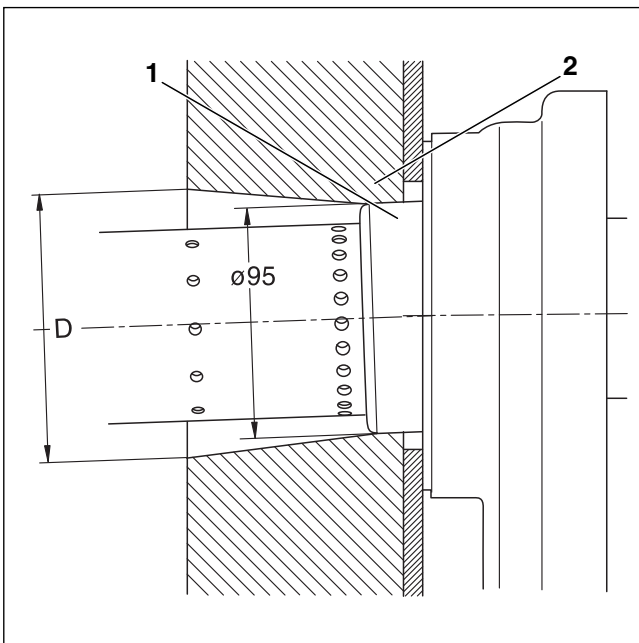

Bild 20 Schnittzeichnung des Türausschnitts (Maß in mm)
- Die Montage ist über die Innenseite der Brennertür zu kontrollieren. Achten Sie darauf, dass das Brennerrohr mittig in der Öffnung der Türdämmung sitzt und die Rezirkulationsöffnungen des Brennerrohres freiliegen. Im Bereich der Brennertür muss die Türisolierung (→ Bild 20, [2]) am Stützrohr (→ Bild 20, [1]) anliegen.